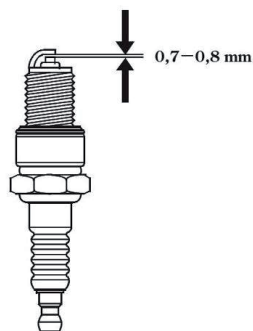

рис.6
### 7.2 Свеча зажигания см. рис.6
- рекомендуется проверить величину межэлектродного зазора, который должен составлять 0,7-0,8 мм. При существенном отклонении величины зазора от указанной, необходимо его отрегулировать (восстановить) или заменить свечу (см. рис.6);